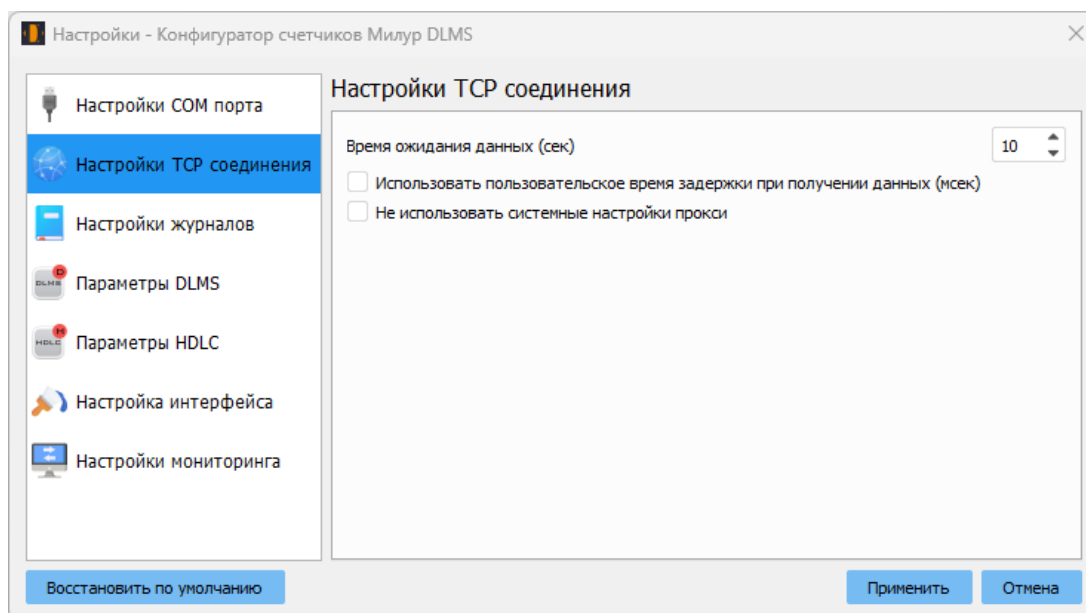

Рисунок 4
4.2.2 «Файл» → «Настройки» → «Настройки TCP-соединения» (рисунок 4).